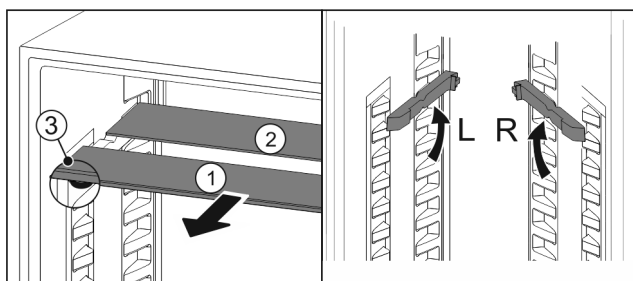

Fig. 81
- Vytiahnite sklené dosky jednotlivo dopredu Fig. 81 (1).
- ▷ Sklená doska Fig. 81 (1) s ozdobnou lištou leží vpredu.
- ▷ Zarážky Fig. 81 (3) ukazujú nadol.